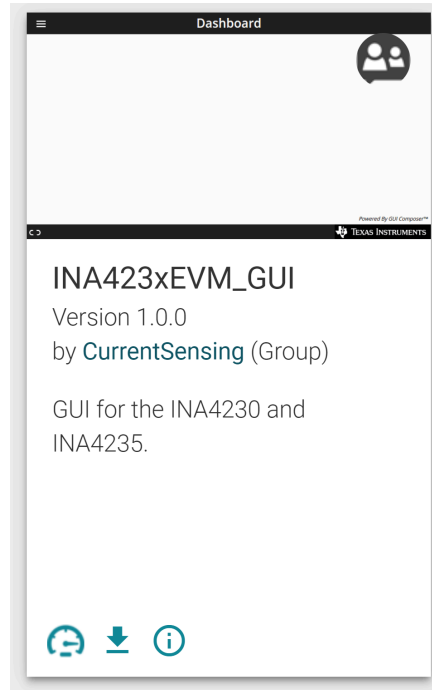

图 3-2. GUI Composer 应用程序
3. 打开 *GUI Composer* 应用程序，以从网络浏览器启动 GUI（请参阅图 3-2）。
4. 若要下载 GUI 以供离线使用，请点击 *GUI Composer* 应用程序中的  图标，然后按照提示操作（请参阅图 3-2）。